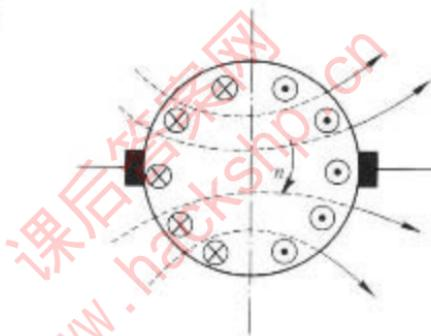

图1.3 题1.7图
- 1.7 答: 感应电动势 (参见图 1.3)。电刷两端得到总的感应电动势为零。